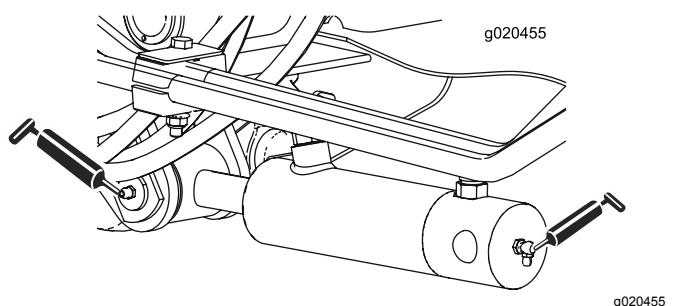

**Figura 68**
- Cojinetes de eje (3) (situados debajo de la polea) (Figura 68).
- Casquillos del pivote del brazo tensor (2) (Figura 68)